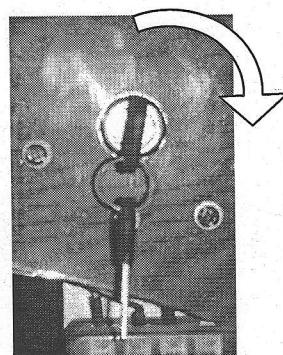

Рис.5. Ключ зажигания
- 4.) Поверните ключ зажигания в пусковое положение по часовой стрелки (рис.5). Держите его правой рукой. Коленвал двигателя должен начать вращаться. Спустя 3 секунды после начала вращения необходимо вернуть рычаг декомпрессора в исходное положение (для закрытия клапанов). Ключ стартера необходимо удерживать до запуска двигателя.